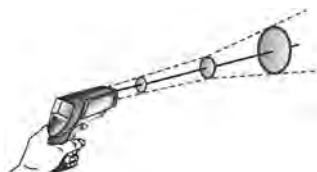
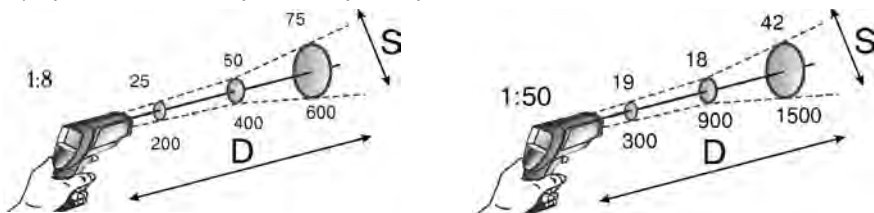

рис.6
рис. 7
- для точного измерения температуры размеры объекта должны превышать размер пятна контроля прибора (рис.6). Диаграммы полей зрения пирометров приведены на рис. 7.